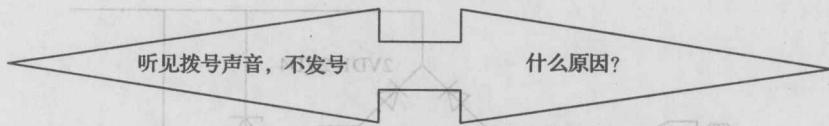

图 1—24 不发号但能听见拨号声音故障示意图
不发号但能听见拨号声音的故障示意如图 1—24 所示。
(1) 调换 a、b 线 其示意如图 1—25 所示。